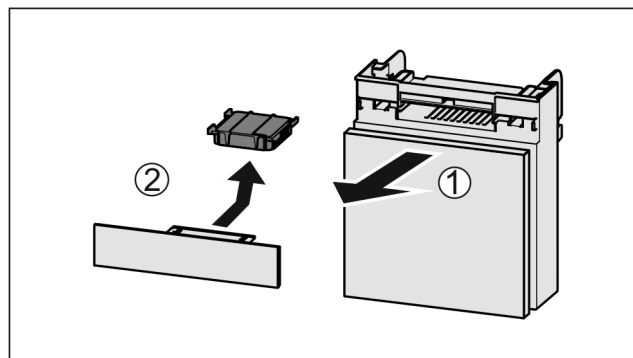

Fig. 154
- Pretinac izvucite Fig. 154 (1) prema naprijed.
- Izvadite filtara s aktivnim ugljenom Fig. 154 (2).